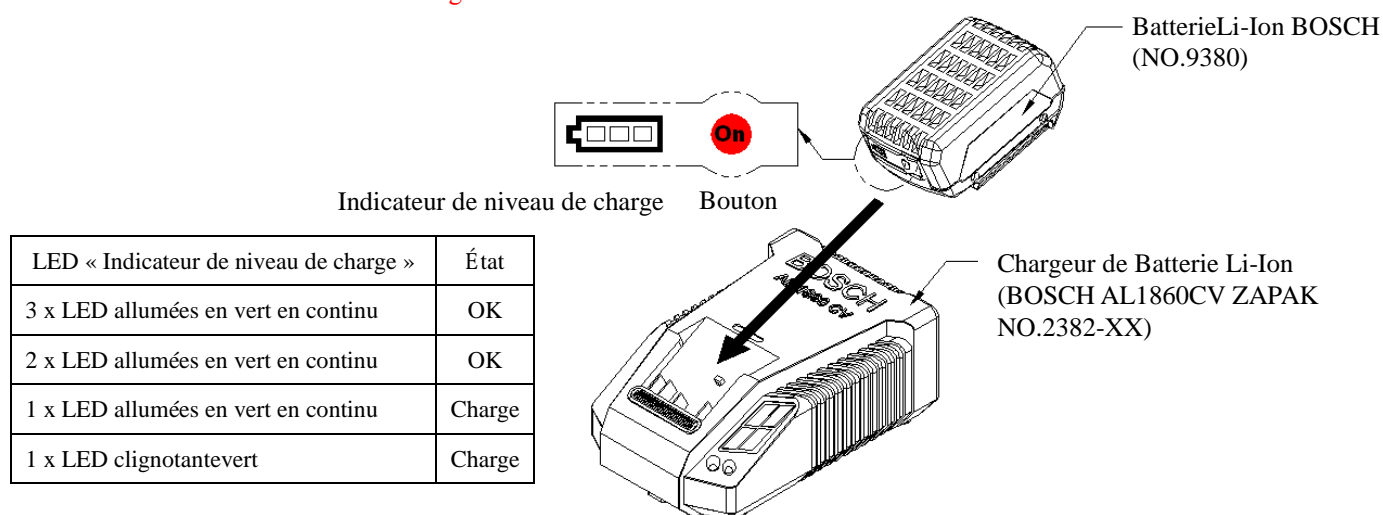

FIGURE 4. Insertion de la Batterie dans le Chargeur - Illustration
Consultez la FIGURE 4 pour insérer la batterie dans le chargeur (veuillez vous référer aux instructions de sécurité et d'utilisation du manuel utilisateur du chargeur et de la batterie et les respecter.)
- * Chaque batterie Li-Ion BOSCH (No. 9380) est munie d'un indicateur de charge. Appuyez sur le bouton pour vérifier le niveau de charge, comme indiqué dans la Figure 4 (*Pour des raisons de sécurité, il n'est possible de vérifier le niveau de charge que lorsque l'outil est immobile.)